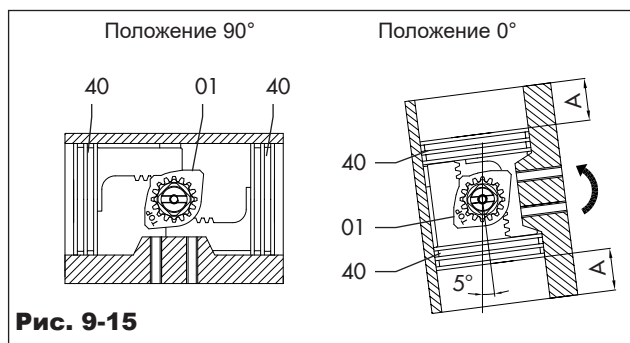

Рис. 9-15
- При полном закрытии поршней (положение 0°), как показано на рис. 9-15, угол поворота относительно оси корпуса должен:
- При полном закрытии поршней (положение 0°), как показано на рис. 9-15, расстояние «А» должно быть одинаковым с обеих сторон
- Когда привод находится в закрытом положении (положение 0°), см. положение поршней на рис. 9-15, винтите или открутите правый стопорный винт (02) на 1 оборот за раз, пока не будет достигнуто требуемое положение ограничения. В случае привода с пружинным возвратом может потребоваться пневматическое питание.